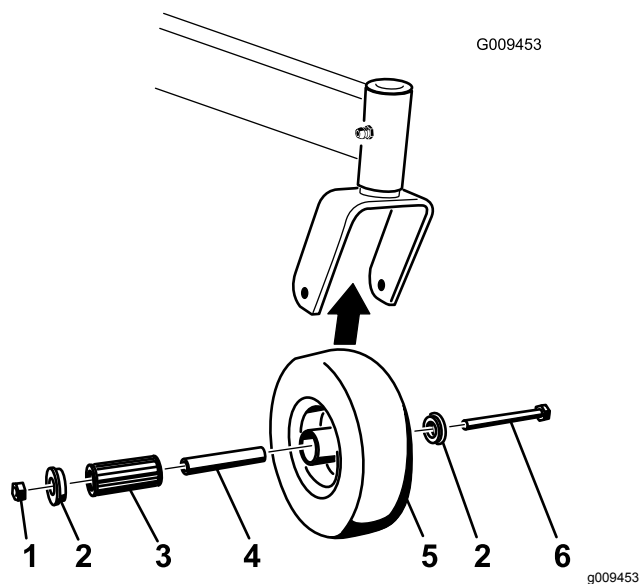

Figura 60
1. Togliete il dado di bloccaggio e il bullone della ruota che sostiene la ruota orientabile sulla forcella orientabile (Figura 60).
- Togliete una boccola, quindi estraete la boccola chiave e il cuscinetto a rulli dal mozzo della ruota (Figura 60).
- Togliete l'altra boccola dal mozzo della ruota e pulite via l'eventuale grasso o sporcizia presenti sul mozzo della ruota (Figura 60).
Nota: Sostituite eventuali parti danneggiate o usurate (Figura 60).
- Posizionate una boccola nel mozzo della ruota (Figura 60).
- Lubrificare il cuscinetto a rulli e il cuscinetto chiave e fateli scorrere nel mozzo della ruota (Figura 60).
- Posizionate la seconda boccola nel mozzo della ruota (Figura 60).
- Montate la ruota orientabile nella forcella orientabile e fissatela con il bullone della ruota e il dado di bloccaggio (Figura 60).
- Serrate il dado di bloccaggio finché la boccola chiave tocca in fondo l'interno delle forcelle orientabili (Figura 60).